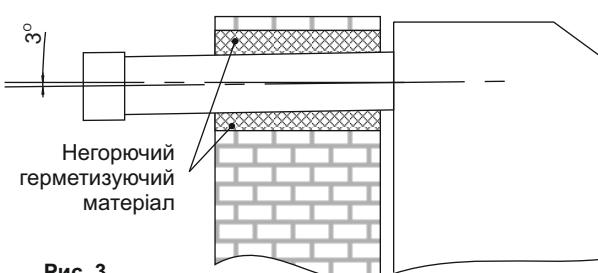

Рис. 3.
6.10.2 Для уникнення стікання конденсату в апарат труба димоходу обов'язково повинна мати нахил 3°-4° у напрямку виходу продуктів згоряння, як показано на рис. 3.